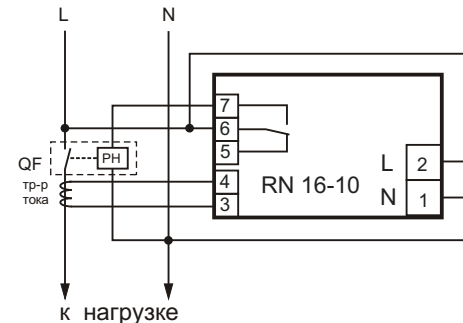

Рис. 2: схема подключения к однофазной сети
6.2. Подключите изделие к однофазной сети согласно рис.2, при этом фазный провод L от расцепителя QF необходимо пропустить через отверстие трансформатора тока и подключить к нагрузке. Трансформатор тока подключить к контактам 3 и 4 устройства.